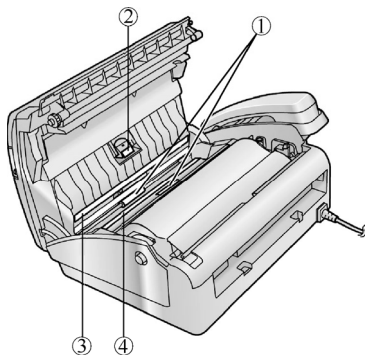

图 3-20 清洁送稿器和扫描器的位置
③ 使用蘸有异丙基外用酒精的布清洁送纸滚筒（①）和橡胶薄片（②），然后让所有部件完全干燥，用干的软布清洁白平板（③）和扫描器玻璃（④），位置如图 3-20 所示。